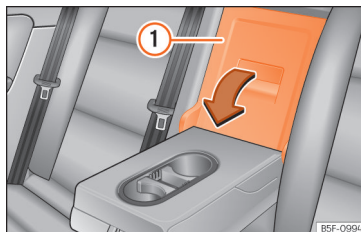

Рис. 180 Заднє сидіння: відкривання люка
- Потягніть за ручку та відкрийте кришку люка >>> **рис. 180** ① вперед.